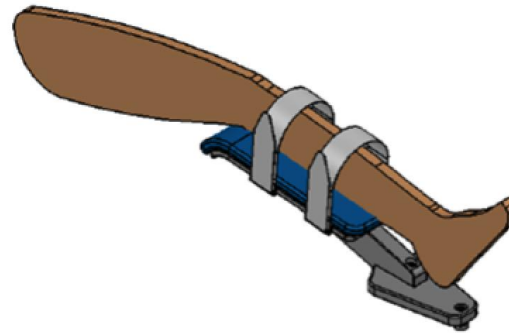

Figure 32 : Fixation des sangles de support de jambes sur la jambe gauche du patient
- e. À l'aide des quatre sangles de support de jambes qui ont été installées précédemment, enrouler chaque sangle de support de jambes autour de la jambe du patient et faire passer chaque sangle à travers l'anneau en plastique. Replier ensuite chaque sangle sur elle-même pour la fixer (*Figure 31* et *Figure 32*).